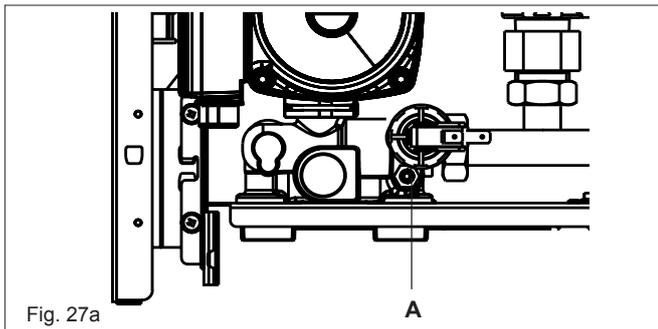

Fig. 27a
6. DRENAGEM DO SISTEMA (Fig. 27a)
Todo o sistema de aquecimento deve ser enxaguado a frio e a quente como mostrado na Fig. 27a. Abra todas as válvulas de